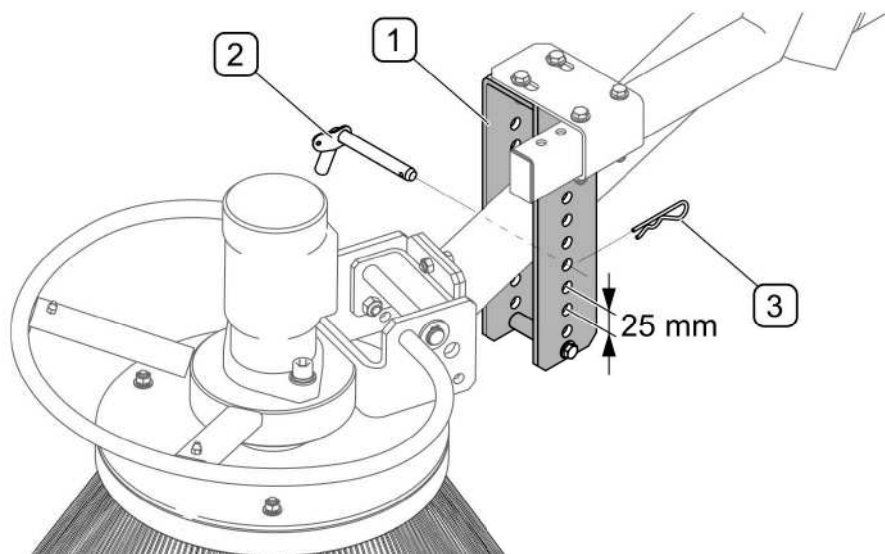

РИСУНОК 5.4 Регулирование нажима боковой щетки на очищаемую поверхность
(1)- направляющая плеча щетки; (2)- шплинт; (3)- страховочная чека
Для того, чтобы отрегулировать нажим щетки (РИСУНОК 5.4) нужно вынуть чеку (3), поместить шплинт (2) в другое отверстие на кронштейне (1) и заблокировать чекой (3).